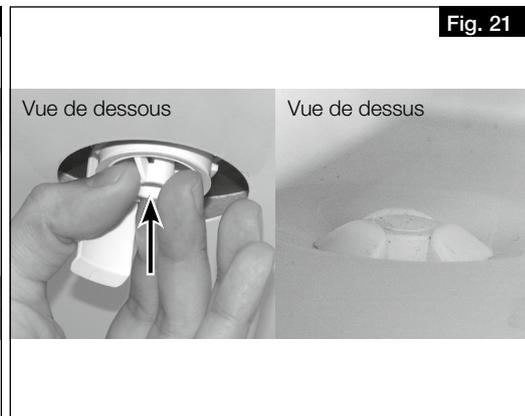

Fig. 21
2. Insérer par en dessous la pièce de fixation dans l'orifice d'évacuation des condensats, jusqu'à ce que les clips s'enclenchent au fond de la plaque métallique (voir Fig. 21).